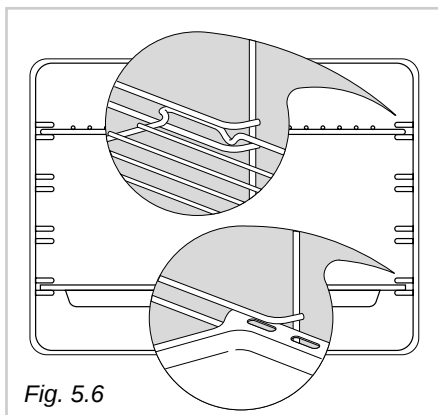

Fig. 5.6
- Infilare in mezzo alle guide dei telai laterali la leccarda e la griglia come in fig. 5.6. La griglia va montata in modo che l'arresto di sicurezza, che ne evita l'estrazione accidentale, sia rivolto verso l'interno del forno.